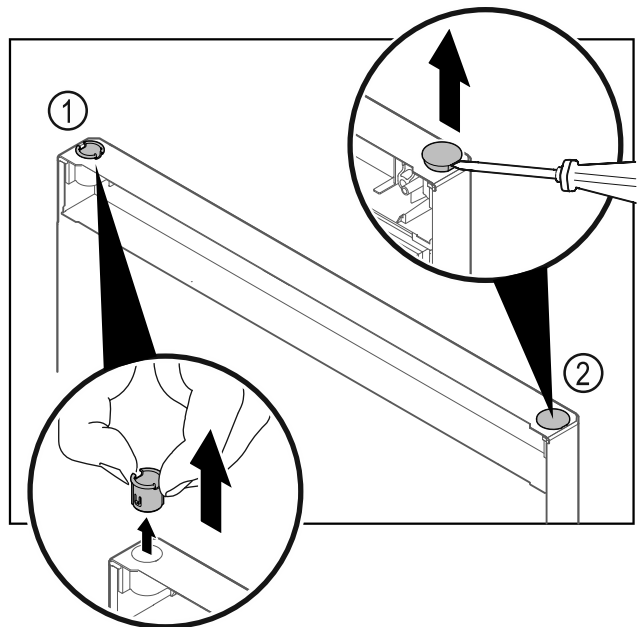

Fig. 25
- Scharnierbus Fig. 25 (1) met de vingers eruit trekken.
- Afdekstop Fig. 25 (2) voorzichtig met een sleufschroevendraaier optillen en eruit trekken.